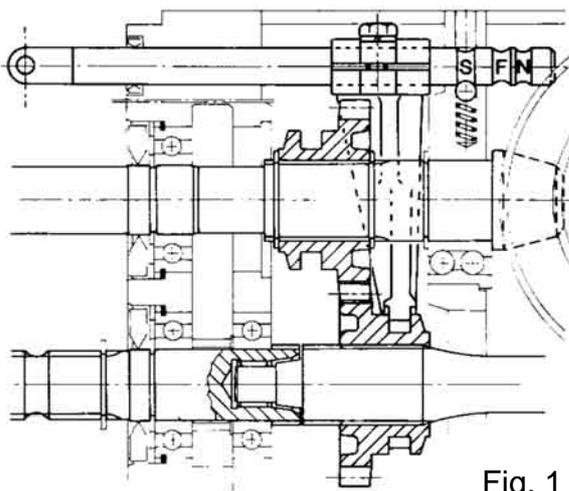

Fig. 1
- Posizionare l'asta di selezione in **S** (sincronizzata) come illustra la (fig. 1).